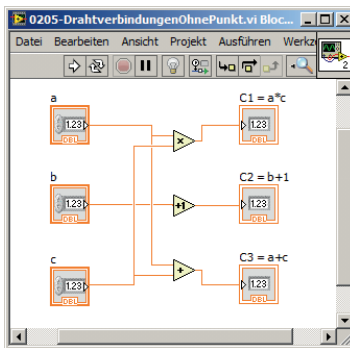
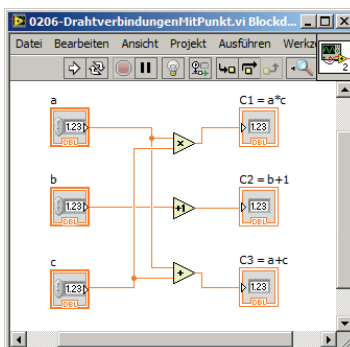

Bild 2.4 Diagramm ohne Verbindungspunkte an allen Draht-Kreuzungen und jeweils zwei Transparenzeinstellungen für Beschriftungen
Bild 2.5 Diagramm mit Verbindungspunkten an Draht-Kreuzungen, sofern die Drähte miteinander verbunden sind
- 'Verbindungspunkte an Kreuzungen' unter 'Erstellen von Verbindungen' sollte **markiert** sein. Das sorgt dafür, dass man Verbindungslinien im Diagramm, die sich nur kreuzen, von solchen unterscheiden kann, die miteinander verbunden sind. Im letzteren Fall werden dort nämlich dicke Punkte gesetzt. Siehe dazu Bild 2.4 und Bild 2.5.